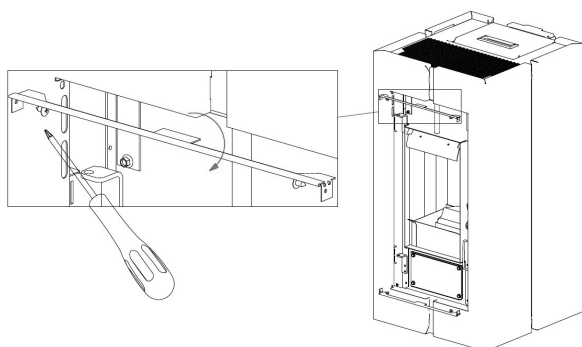

Fig. 54 - Desmontaje de los perfiles
- Destornille los 4 tornillos y retire los perfiles negro superior e inferior de la puerta (ver **Fig. 54**).